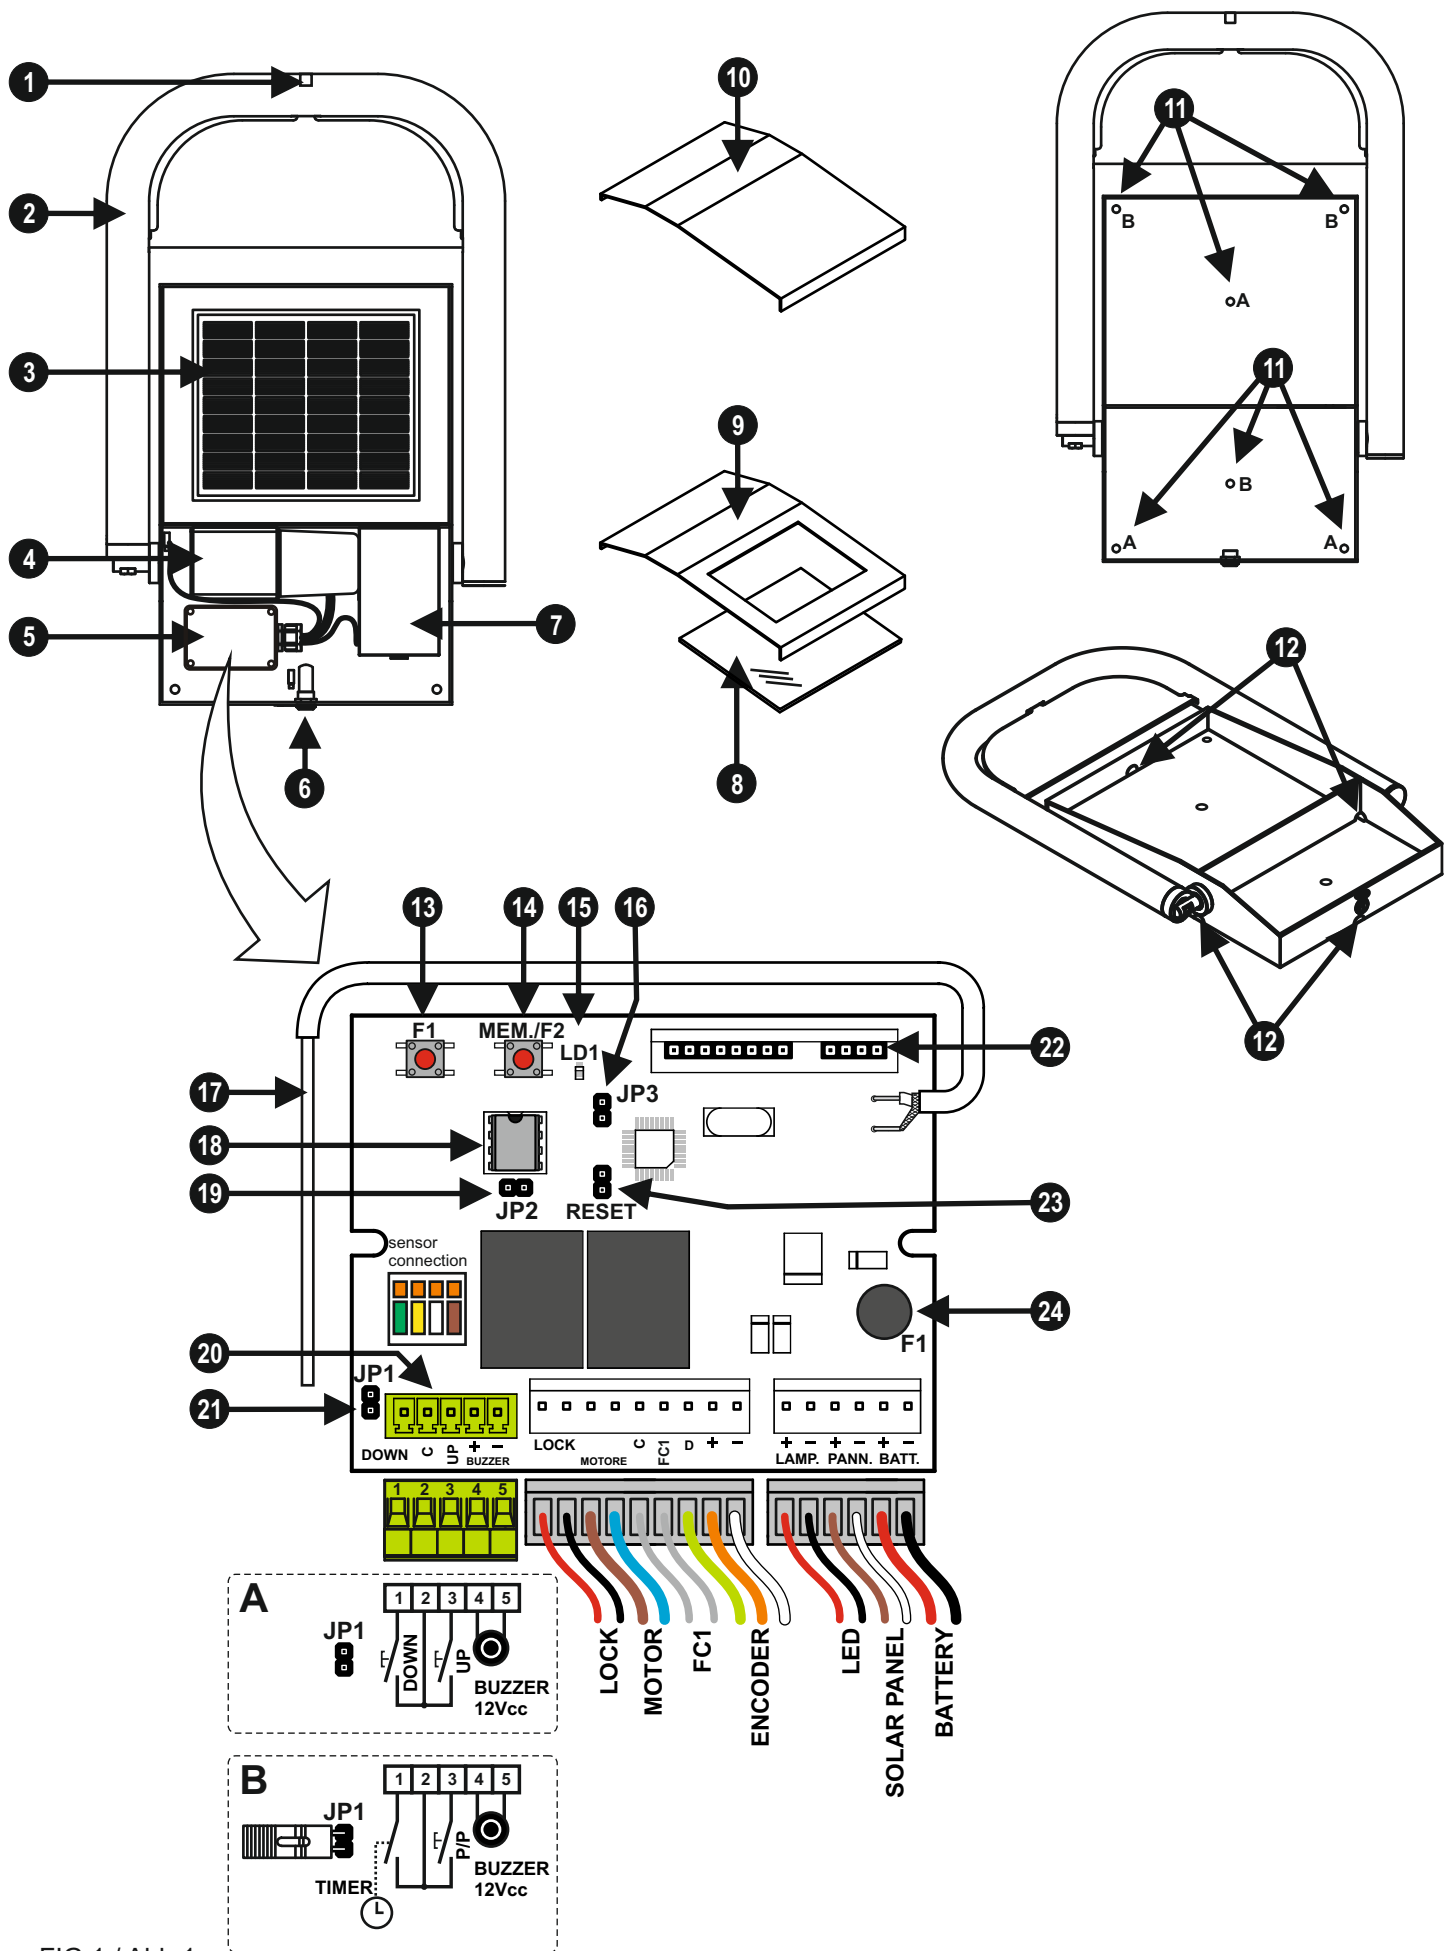

FIG.1 / Abb.1
Beschreibung der Teile (Abb. 1)
- Die Struktur des PARK keinesfalls verschließen, da sie so konstruiert ist, dass das Wasser bei starkem Regen abfließen kann (Teil 12 - Abb. 1).
Taste „MEM/F2“ kurz drücken (Teil 15 - Abb. 1). Das entsprechenden LED beginnt zu blinken. Solange das LED blinkt, die Taste für den Fernsteuerbefehl, der gespeichert werden soll, drücken: Ein längeres Aufleuchten des LED zeigt an, dass der Befehl erfolgreich gespeichert wurde.